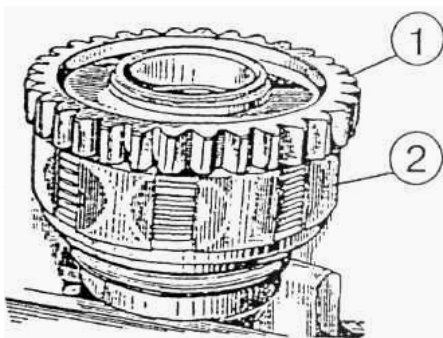

Рисунок 5.9
10) снимите с гидropоджимной муфты 2 (рисунок 5.9) шестерню 1;